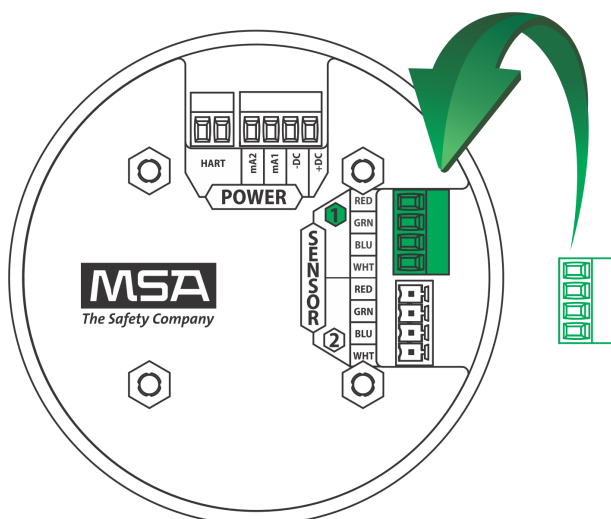

Рис. 32 Подключение датчика к плате
- (9) Присоедините соединительный элемент к блоку плат так, чтобы провода правильно располагались по клеммам.
- (10) Подсоедините провода HART (для опционального местного порта HART).
- (11) Подсоедините датчик XCell или XIR PLUS, используя зеленый соединительный элемент. Провода датчиков уже подключены, как показано на крышке (см. Рис. 32):